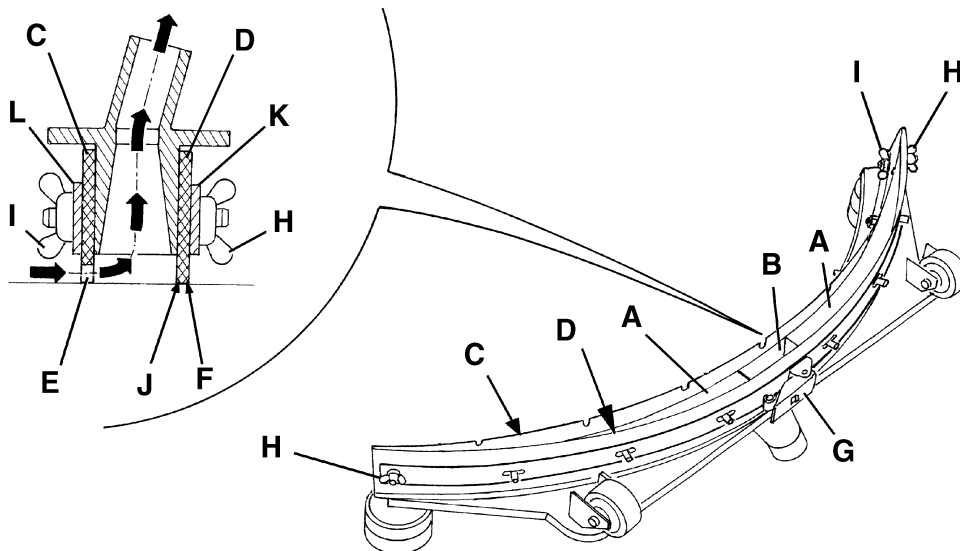
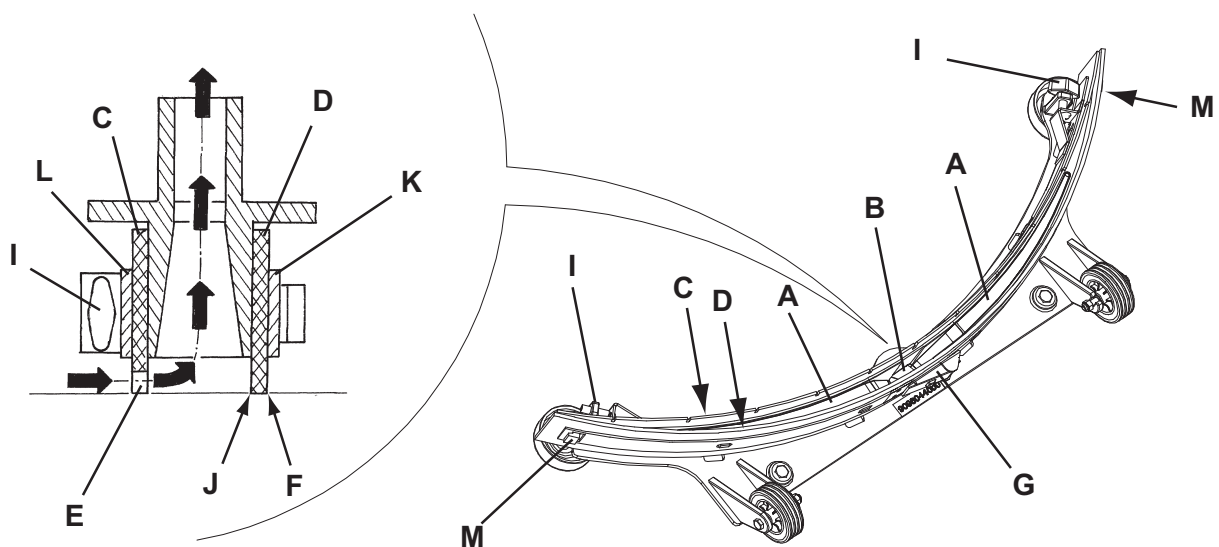

Abbildung 6
Abbildung 7
3. Sauglippe (25) mit dem Hebel (10) absenken.
4. Sterngriffe (26) lösen und Sauglippe (25) abnehmen.
5. Ansaugrohr (15) von der Sauglippe abnehmen.
6. Die Sauglippe aus Stahl (Abb. 6 ) oder aus Aluminium (Abb. 7) waschen und reinigen. Insbesondere die Räume (A, Abb. 6 oder 7) und das Loch (B) reinigen. Überprüfen, ob der vordere (C) und der hintere Gummi (D) unversehrt sind und keine Schnitte oder Risse aufweisen, gegebenenfalls austauschen (siehe nachstehender Absatz).
- Die Sauglippe aus Stahl (Abb. 6) oder aus Aluminium (Abb. 7) reinigen, und dabei wie angegeben im vorhergehenden Abschnitt vorgehen.
- Prüfen dass die Säume (E, Abb. 6 oder 7) des Vordergummi (C) und die Säume (F) des Hintergummi (D) gleichzeitig auf einer Richtplatte über ihre ganze Länge ruhen, ansonsten in der Höhe wie folgt beschrieben einstellen:
- Den Zugstab (G, Abb. 6 oder 7) und die Flügelmutter (H, Abb. 6) lockern bzw. die Sperren (M, Abb. 7) lockern; das Hintergummi (D, Abb. 6 oder 7) einstellen, die Flügelmutter anschrauben oder die Sperre ankuppeln, schließlich den Zugstab ankuppeln.
- Die Handräder (I) lockern und das Vordergummi (C, Abb. 6 oder 7) einstellen; schließlich die Handräder anschrauben.
- Prüfen dass das Vordergummi (C, Abb. 6 oder 7) und das Hintergummi (D) vollständig sind und keine Schnitte oder Risse aufweisen, ansonsten sie aus wie nachfolgend beschrieben wechseln. Überprüfen, ob die Vorderkante (J) des hinteren Gummi verschlissen ist. Gegebenenfalls Gummi umdrehen und eine der drei unversehrten Kanten als Vorderkante verwenden. Sind auch die anderen drei Kanten abgenutzt, Gummi wie folgt austauschen:
- Den Zugstab (G) lösen, die Flügelmutter (H) entfernen oder die Sperre (M) lockern, schließlich den Sperrstreifen (K) entfernen und das Hintergummi (D) auswechseln/umkehren.